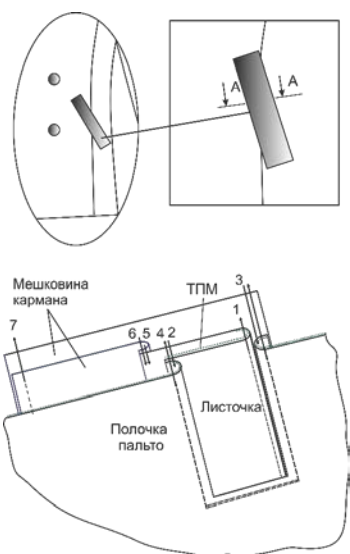

Рис. 1
- приметайте, а затем притачайте мешковину кармана (из подкладочного материала) к листочке по нижнему срезу, заутюжьте припуски шва на подкладку (строчка 5, рис.1);
- настрочите припуски шва притачивания подкладки к листочке по нижнему срезу на подкладку (строчка 6, рис.1);